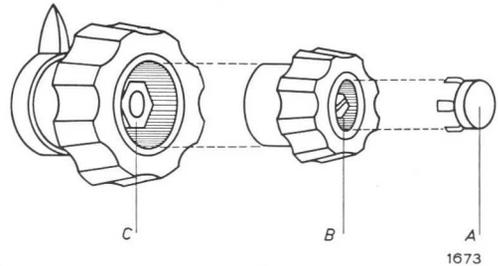

Bild 9
B. Abnehmen der Knöpfe (Bild 9)